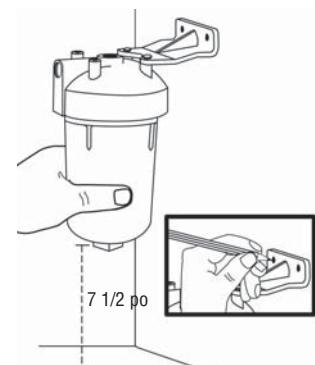

Figure 1
1. Positionner le filtre en le tenant contre le côté de l'armoire sous l'évier. Laisser un espace libre d'eau moins 19 cm (7 1/2 po) sous le filtre pour permettre d'installer la cartouche filtrante. Déterminer l'endroit où seront installés le filtre et le raccordement à l'arrivée d'eau. Fixer le support de fixation aux endroits prévus à cette fin sur la tête du filtre à l'aide des vis autotaraudeuses. (Figure 1)